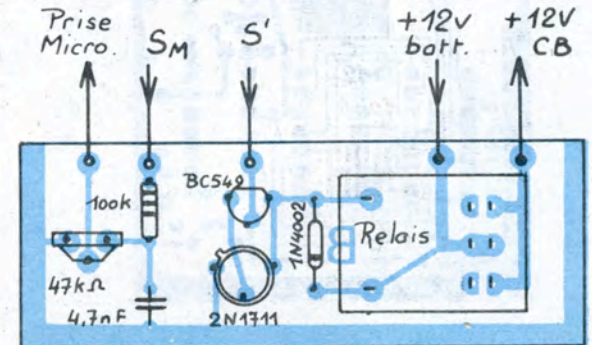

Fig. 18. - Adaptateur C.B.
8. Adaptation CB (voir la fig. 18)